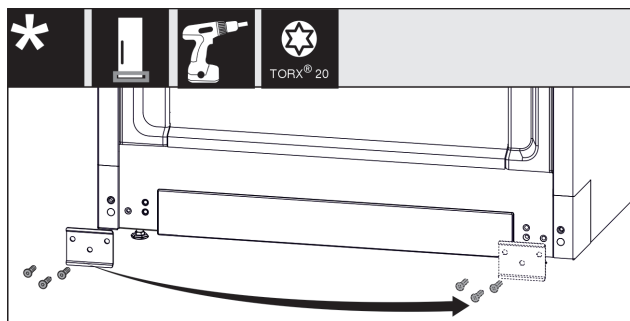

Fig. 12
- ▶ Skruva av plåten, sätt den på andra sidan och skruva på den igen. *Fig. 12 (1)*